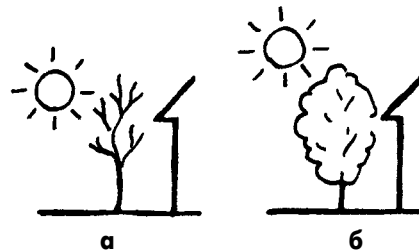

рис.4
**Дерево-кондиционер.** Дерево лиственных пород, посаженное перед окном, будет пропускать солнечные лучи зимой (рис.4,а) и препятствовать их прохождению летом (рис.4,б). Роль такого дерева может сыграть виноград.